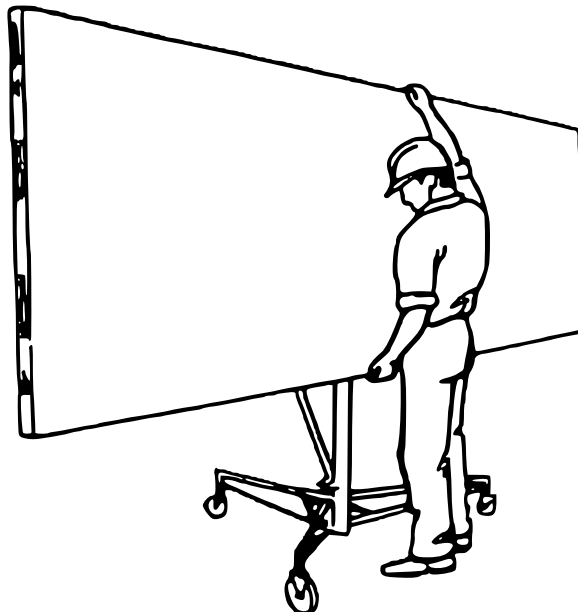

Abbildung 10
5. Halten Sie die Trockenbauplatte mit der Papierseite gegen den geneigten Plattenträger und laden Sie die Platte auf den Heber (Abb. 10). Die Platte auf die Platten-Stützhaken setzen und vorsichtig gegen die Traversen lehnen.